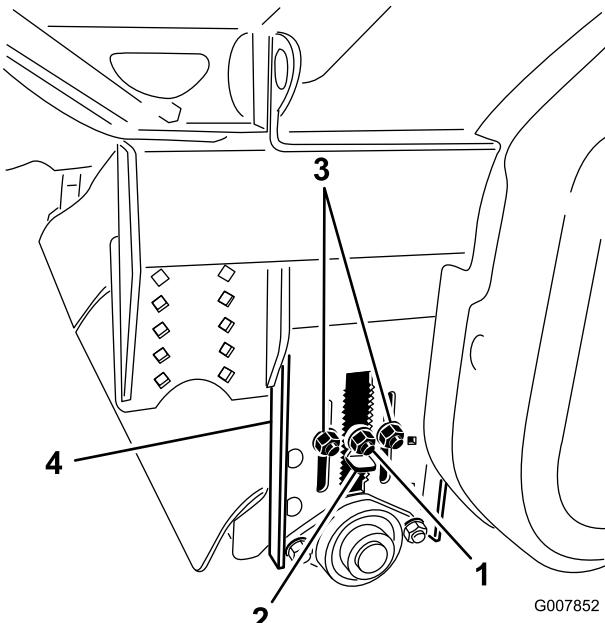

Figura 29
- Afloje la contratuerca de la llave de ajuste de altura (Figura 29) para poderla sacar 13 mm aproximadamente.
- Afloje las contratuercas de ajuste de altura del rodillo (Figura 29).
- Tire hacia fuera de la llave de ajuste de altura y desplace el rodillo trasero hacia arriba o hacia abajo deslizando la placa de ajuste de altura del rodillo a la altura deseada (Figura 29).